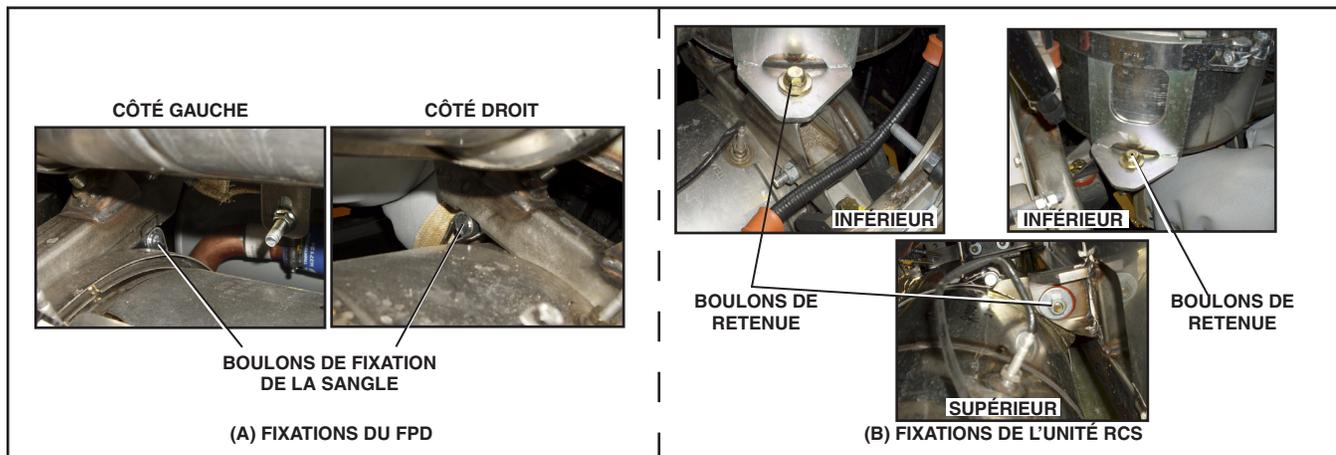
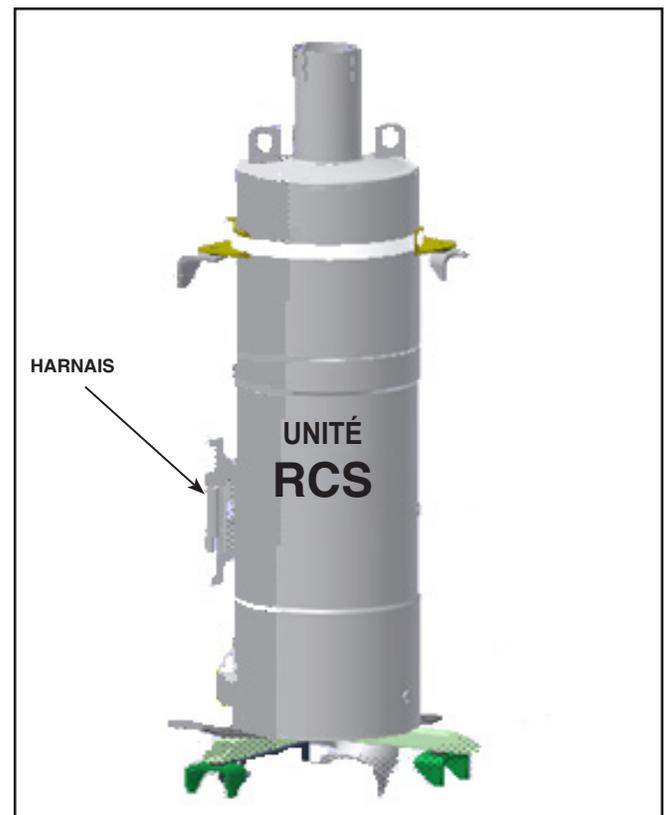

Figure 13 - Fixations du FPD et de l'unité RCS à la structure
Figure 14 - Unité de réduction catalytique sélective (RCS)
Voir Figure 13.
7. Retirer les boulons des supports de montage, qui fixent le FPD à la structure. Voir Figure 13.
Voir Figure 13 et Figure 14.